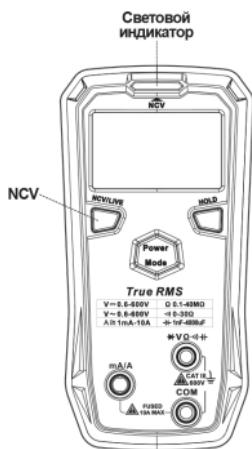

Рис. 9 Бесконтактное обнаружение переменного напряжения
7.7 Бесконтактное обнаружение переменного напряжения (см. рис. 9)